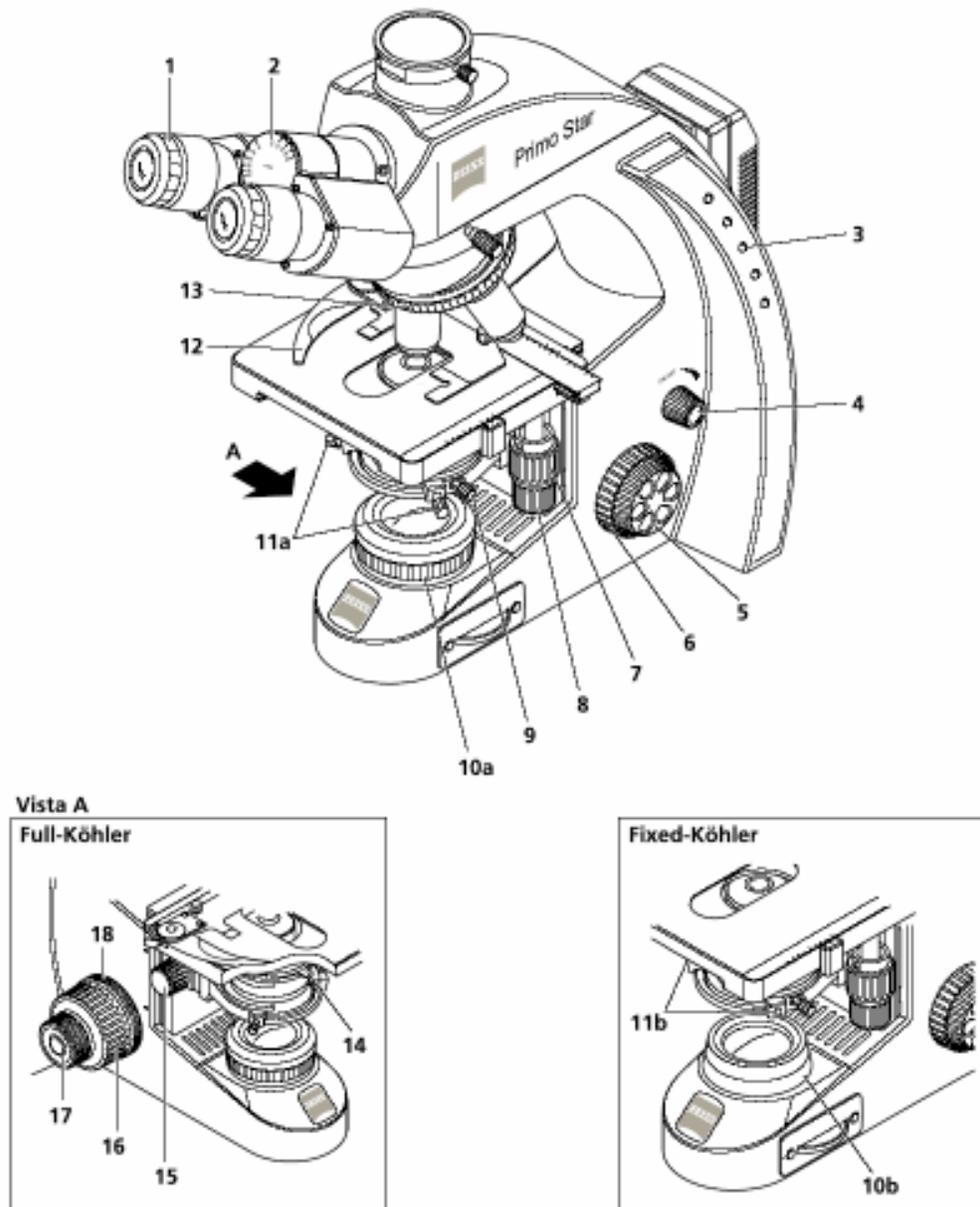
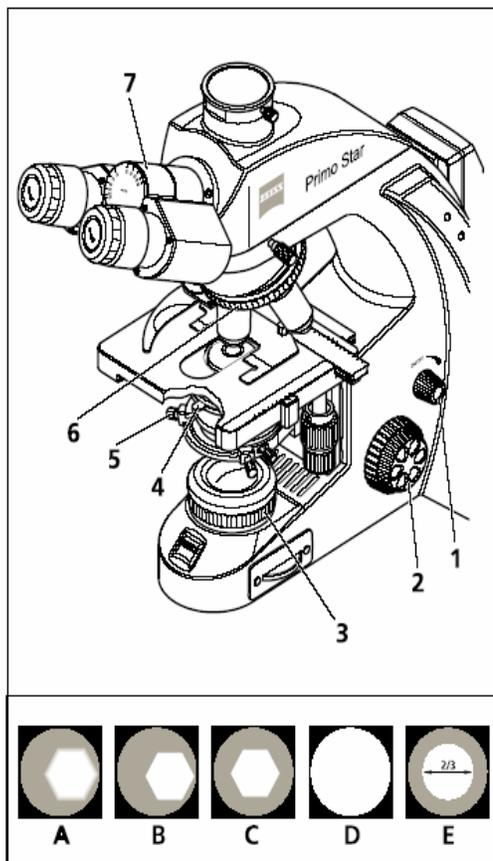

Figura 4 Elementos de comando
Figura 8 Ajustar luz transmitida – campo claro
- A suavidade do comando macrométrico (Figura 4/18) é ajustada na fábrica e pode ser reajustada, caso seja necessário.
Legenda para a Figura 4:
- Colocar um objeto rico em contrastes com o cobre-objetos de 0,17 mm para cima, no porta-objetos da platina em cruz. Fixar o objeto mediante a alavanca de mola (Figura 4/12).
- Ajustar a intensidade luminosa mediante o botão giratório (Figura 8/1) situado no estativo do microscópio.
- Levantar o condensador de Abbe mediante o parafuso estriado para o deslocamento em altura (Figura 4/15) ao topo superior e levar a alavanca do diafragma de abertura (Figura 4/14) para a posição média.
- Intercalar a objetiva 10x mediante o anel estriado (Figura 8/6) do revolver porta-objetivas no curso dos raios.
- Olhar por uma das lentes do tubo binocular (Figura 8/7) e focar o objeto mediante o comando de foco (Figura 8/2).
- Fechar o diafragma de campo luminoso (Figura 8/3) até chegar a ser visível (possivelmente com borda imprecisa) no campo visual (Figura 8/A).
- Deslocar o condensador em altura mediante o parafuso estriado (Figura 4/15) até que a borda do diafragma de campo luminoso apareça com suficiente nitidez (Figura 8/B).
- Centralizar o diafragma de campo luminoso (Figura 8/C) mediante os dois parafusos de centralização (Figura 8/5) do condensador e abri-lo depois, até que sua borda tenha desaparecido do campo visual (Figura 8/D).
- Para ajustar o diafragma de abertura (contraste), tirar uma lente do tubo ocular e olhar a simples vista no tubo. Regular a abertura do diafragma de abertura mediante a alavanca (Figura 8/4) a aprox. 2/3... 4/5 do diâmetro da pupila de saída da objetiva (Figura 8/E). Na maioria das aplicações, este ajuste do diafragma de abertura proporciona o melhor contraste, com uma resolução quase completa e representa, portanto, o compromisso mais favorável para a vista humana.